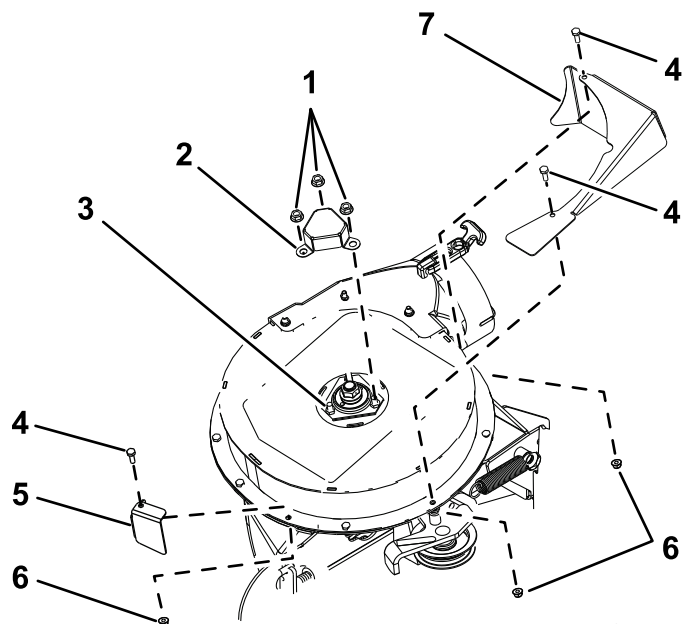

図 7
1. CE シャフトガードを、上ベアリングハウジングを固定している3本のボルトと3個のナットに合わせる (図 7)。
2. CE シャフトガードをブローアに固定する； OEM シャフトカバーと金具類を取り外す（ページ 4）のステップ1で外した鋸歯ナット3個を使用する；（図 7）を参照。
1. CE 前ガードを上ブローアハウジングに合わせる（図 7）。
2. CE前ガードを、上ブローアハウジングに取り付ける； OEM シャフトカバーと金具類を取り外す（ページ 4）のステップ3で取り外した六角ヘッドボルト（1/4 x 3/4 インチ）とロックナット（1/4 インチ）を使用する；図 7を参照。
3. CE テンショナガードを上ブローアハウジングに合わせる（図 7）。
4. CEテンショナガードを、上ブローアハウジングに取り付ける； OEM シャフトカバーと金具類を取り外す（ページ 4）のステップ3で取り外した六角ヘッドボルト（1/4 x 3/4 インチ）2本とロックナット（1/4 インチ）2個を使用する；図 7を参照。